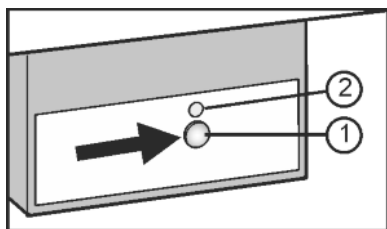

Fig. 22
- ▶ Pritisnite tipko On/Off Fig. 22 (1), da LED Fig. 22 (2) sveti.